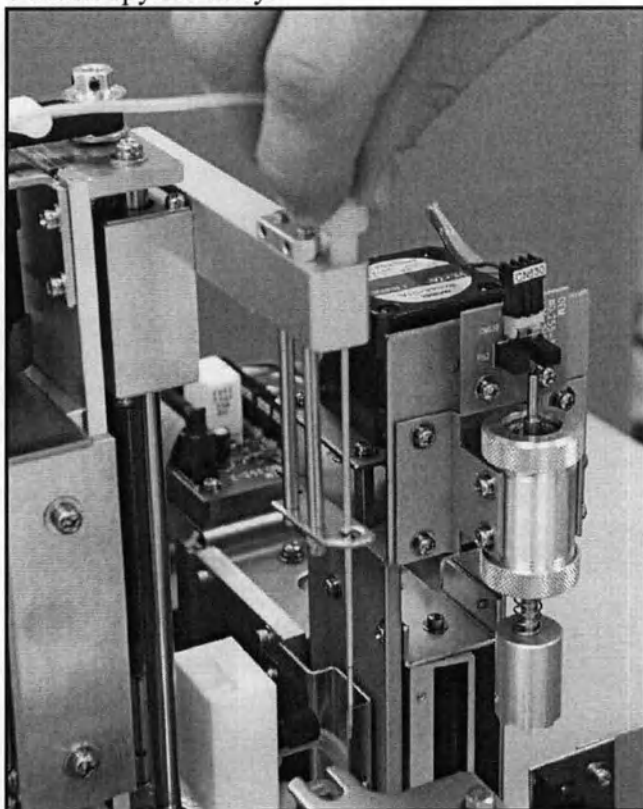

Рис. 5-1. Установка иглы для забора пробы.
4. Отвинтите фитинг магистрали для образцов и выньте иглу через верх (см. Рис. 5-1). Утилизируйте иглу.